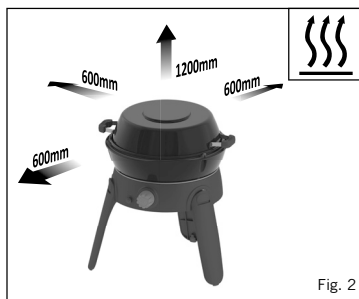

Fig. 2
- Denna apparat måste hållas borta från brännbart material under användning. Minimumavstånd för säkerhet är: Ovanför apparaten 1,2 m. Bakåt och åt sidorna 600 mm. (Se Fig. 2)